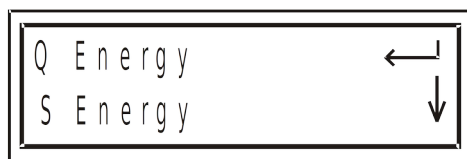

Рис. 38
1. Находясь в меню Energy, выберите пункт Q Energy для отображения реактивной энергии (рис. 38):